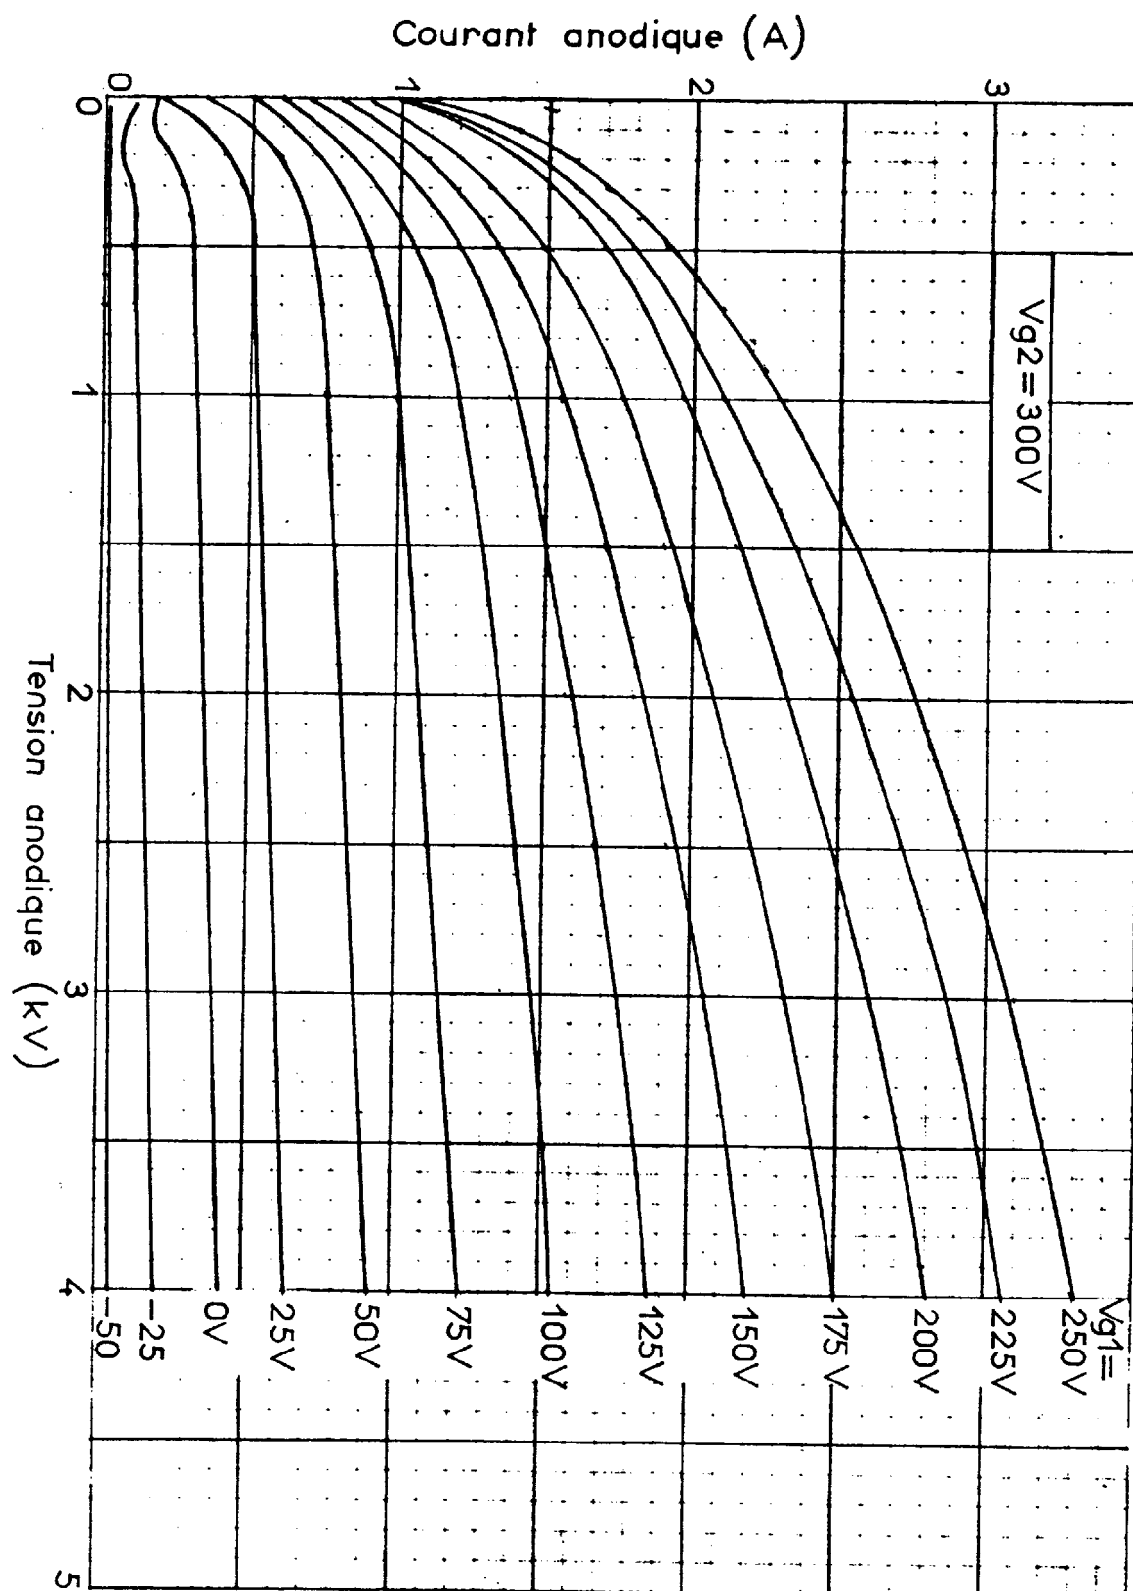

Figure 1
- 1)- Fig. 1 - 2 et 3 : courant d'anode en fonction de la tension d'anode pour des valeurs données des tensions de grille de contrôle et de grille écran.